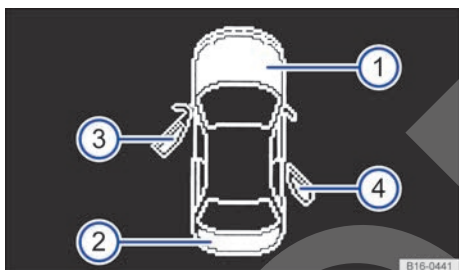

Fig. 39 En la pantalla del cuadro de instrumentos: representación de las puertas del vehículo, del capó del motor y del portón del maletero (variante 1).
Leyenda de la fig. 39
- Puertas, capó del motor y portón del maletero abiertos → fig. 39
Tras desbloquear el vehículo y durante la marcha, en la pantalla del cuadro de instrumentos se muestra si alguna de las puertas está abierta o no está cerrada correctamente y si el capó del motor o el portón del maletero están abiertos → fig. 39. Dado el caso, también se indica con una señal acústica. Según la versión del cuadro de instrumentos, la representación puede variar.